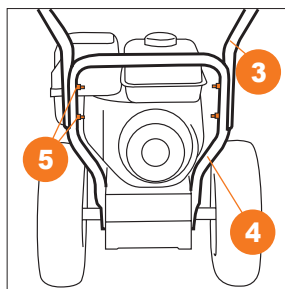

Рис. 5
- Соедините рукоятки панели оператора **3** с нижней частью рукоятки **4** с помощью крепежных элементов **5** (болт М8х40 – 4 шт., фигурная шайба – 4 шт., гайки М8-4 шт.) (Рис. 5).